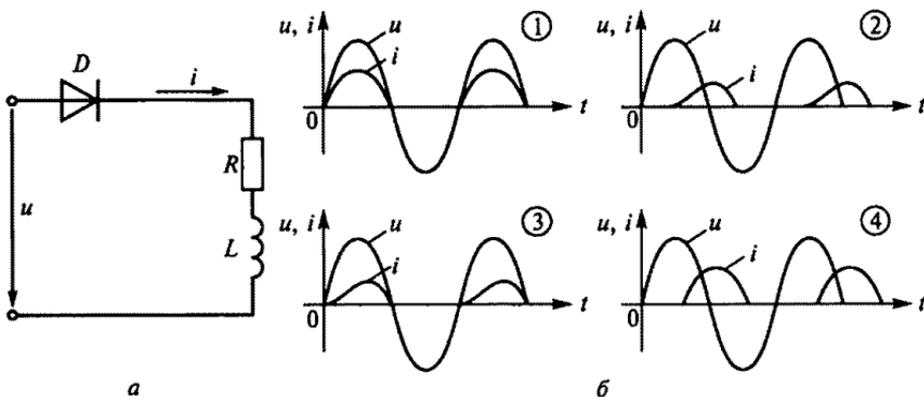

Рис. 157
4.27. Р. Электрическая цепь на рис. 157, а состоит из последовательно включенных катушки R, L и идеального диода D . Напряжение в цепи изменяется по закону $u = U_{\max} \sin \omega t$. Зависимость тока от времени в цепи показана на четырех графиках рис. 157, б. Какой из этих графиков правильный?